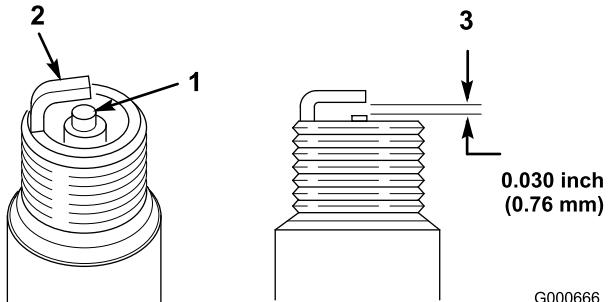

Figura 25
- Mire la parte central de la bujía (Figura 25). Si se observa un color gris o marrón claro en el aislante, el motor está funcionando correctamente. Si el aislante aparece de color negro, significa que el limpiador de aire está sucio.
- Compruebe la separación entre los electrodos central y lateral (Figura 25) y doble el electrodo lateral si la separación no es correcta.